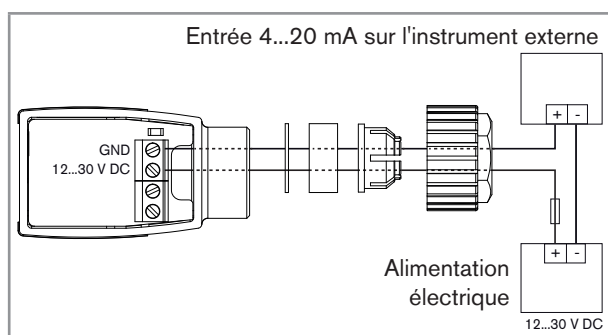

Fig. 3 : Appareil avec presse-étoupe – raccordement de la sortie courant
- Raccorder la sortie courant 4...20 mA (connexion 2 fils). Se reporter à Fig. 3.